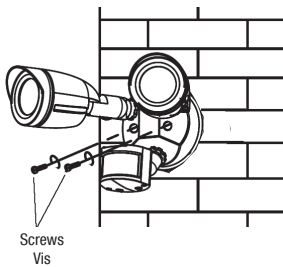
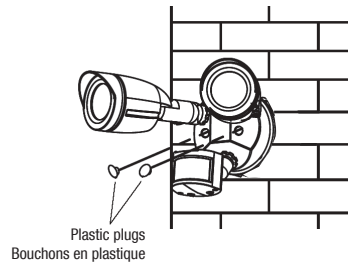

Fig. 4B
Fig. 5B
5. Secure the luminaire on the mounting plate with two screws, replace plastic plugs (Fig. 4B, Fig. 5B).
5. Fixer le luminaire sur la plaque de montage avec deux vis, remettre les bouchons en plastique (Fig. 4B, Fig. 5B).